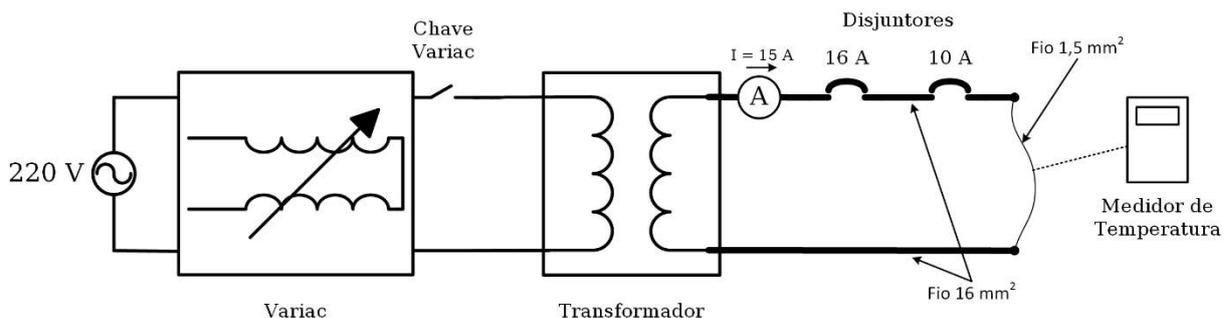

Figura 3 – Montagem para levantamento de curva de aquecimento do condutor.
Passo 1) Execute a montagem representada na Figura 3, identificando os diversos componentes painel do Kit. O fio mais grosso, em destaque na Figura 3, possui 16 mm^2 de seção transversal e está ligado ao secundário do transformador (saída de baixa tensão). O cabo de entrada do painel está ligado ao primário do transformador e deve ser conectado à saída do *variac*. O fio de $1,5 \text{ mm}^2$ deve ser conectado entre os terminais vermelho e amarelo do painel.